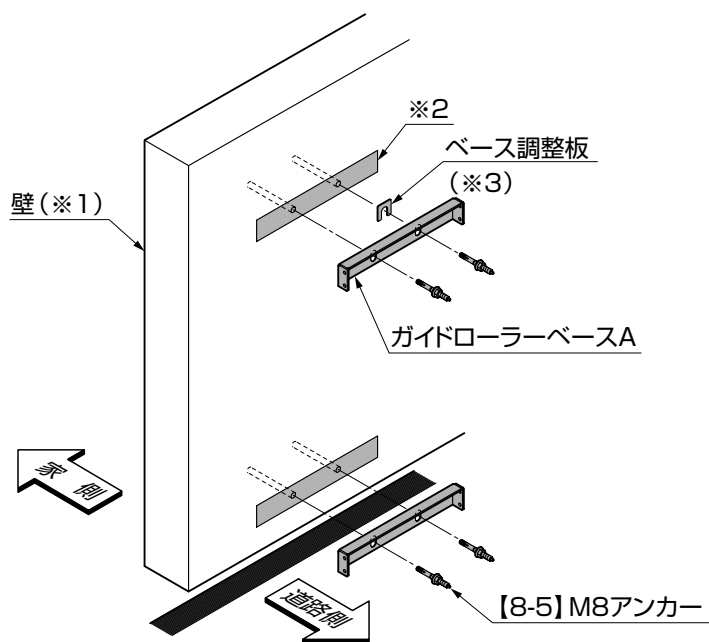

図4-5
- ③ガイドローラーベースAを所定の位置に合わせた状態で[8-5]を差込み、芯棒をハンマーなどで叩き込んでください。(図4-5参照)
- ④ナットを締付け、ガイドローラーベースAを固定してください。(図4-5参照)
- 必要に応じてベース調整板(※3)を使用してください。(図4-5参照)